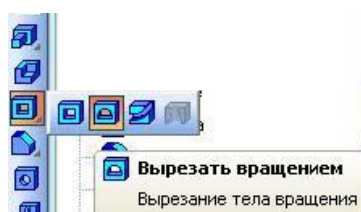
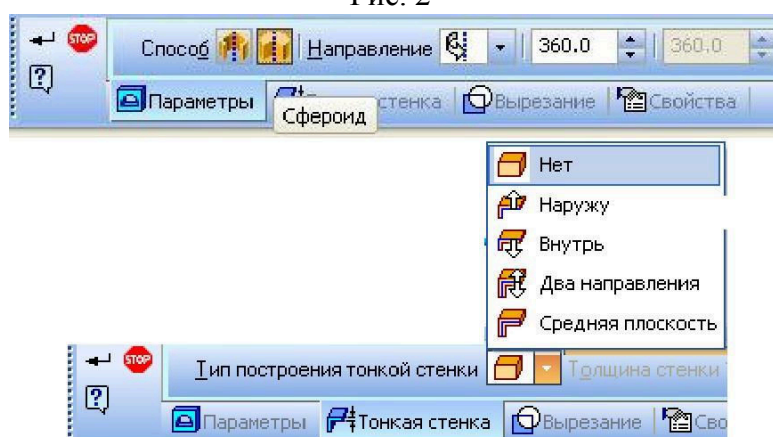
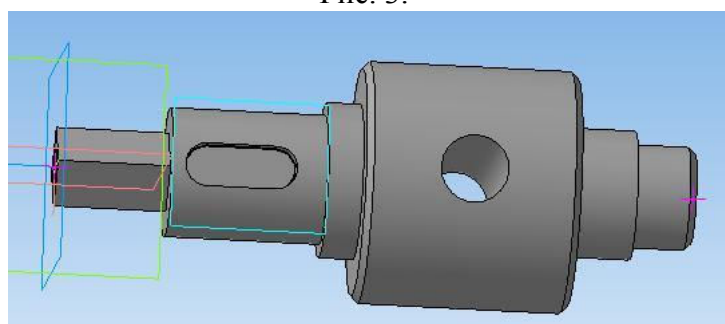

Рис. 2
Рис. 3.
Рис. 4.
5. Закройте эскиз и нажмите кнопку *Вырезать вращением* (рис. 2), в строке параметров нажмите кнопку *Сфероид* и откажитесь от создания тонкой стенки (рис. 3). *Создайте объект* (рис. 4).